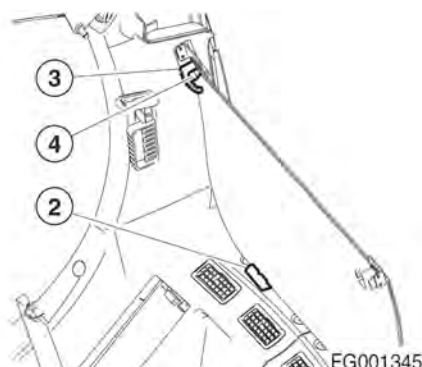

Рис. 154
2. Установить нижнее стекло в резиновые держатели (2, рис. 154), расположенные за сиденьем водителя. Закрепите окно левой и правой ручками (3) с помощью кнопки (4).